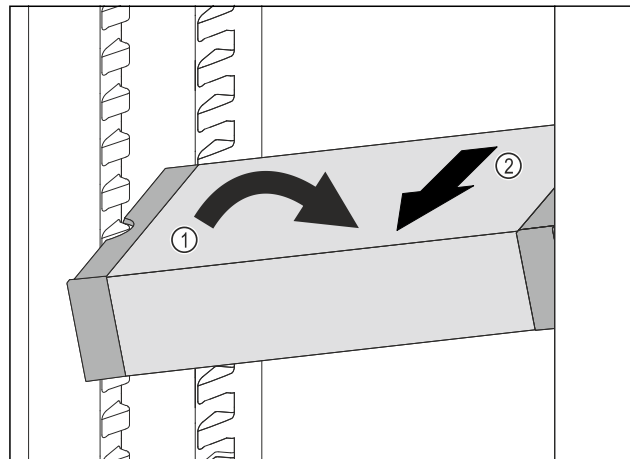

Fig. 81
- ▶ Ukosite ladicu VarioSafe u hladnjaku. Fig. 81 (1)
- ▶ Izvadite ladicu VarioSafe prema naprijed. Fig. 81 (2)